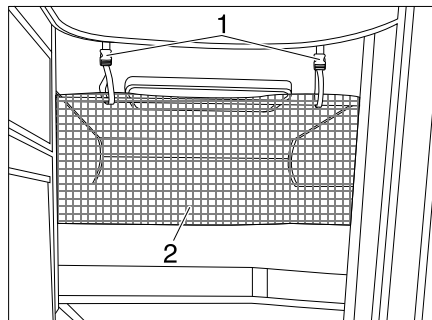

Fig. 163 Rete protettiva
La rete protettiva (Fig. 163,2) è stivata sui modelli di serie tra il materasso e il telaio portamaterasso. Fissare la rete protettiva soltanto dopo che la persona si è già stesa nel letto.
- Fare innestare i nastri di sostegno (Fig. 163, 1) nei supporti sul soffitto.